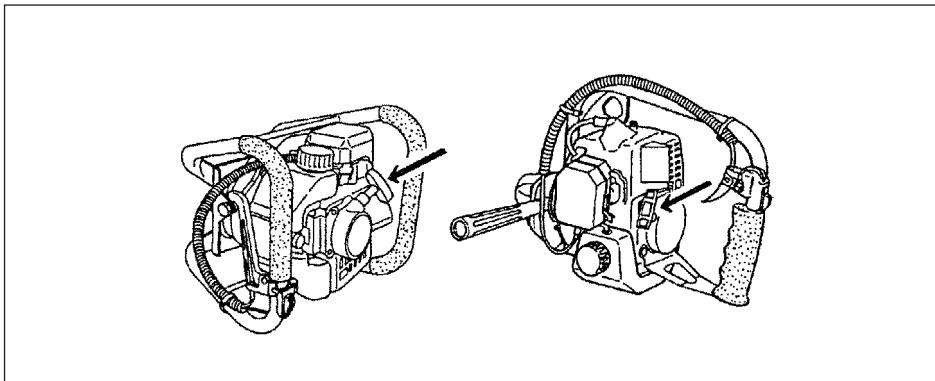

Fig. 2-4
3. Tirar energicamente del arrancador de retroceso y teniendo cuidado en no soltar el mango. (Fig. 2-4)